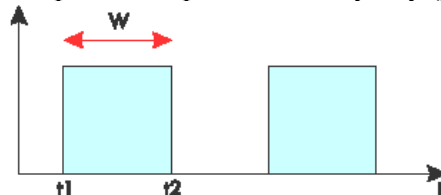

Рис. 2.3. Вимірювання тривалості імпульсу
*Приклад 3.* Вимірювання тривалості імпульсу (рис.2.3)